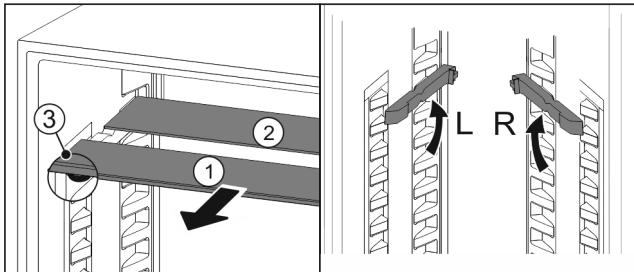

Fig. 97
- Vytiahnite sklené dosky jednotlivo dopredu Fig. 97 (1).
- Sklená doska Fig. 97 (1) s ozdobnou lištou leží vpred.
- Zarážky Fig. 97 (3) ukazujú nadol.